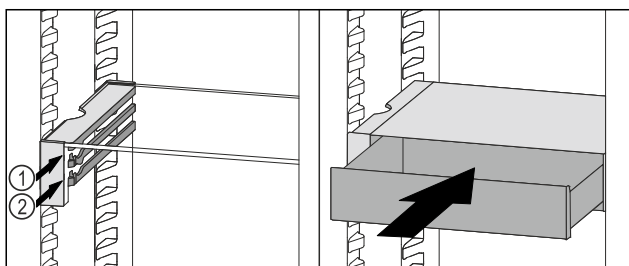

Fig. 171
- Nasaďte zásuvku VarioSafe za zářezky na požadovaném žebře Fig. 171 (1) nebo Fig. 171 (2).